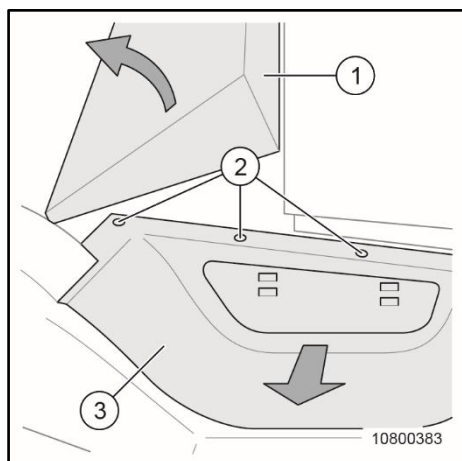

Fig. 206 Remplacer la batterie du véhicule
6. Soulever le plancher (Fig. 206/1) de l'espace-pieds.
7. Retirer les (Fig. 206/2) de l'habillage du marche-pied (Fig. 206/3).
8. Enlever l'habillage du marche-pied (Fig. 206/3).